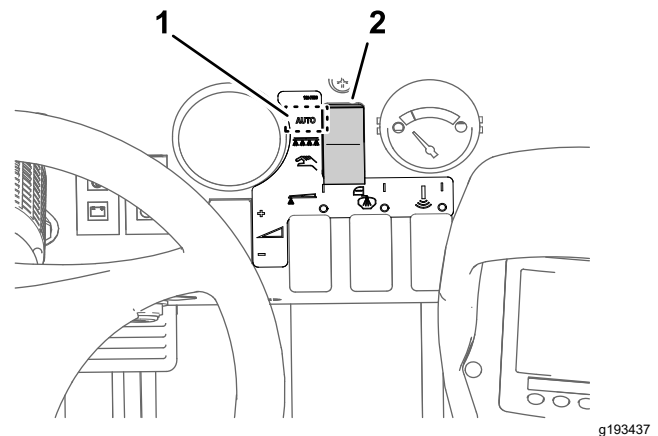

Figure 38
3. Placez le secteur de mode du pulvérisateur en position Mode débit d'application (Figure 38).